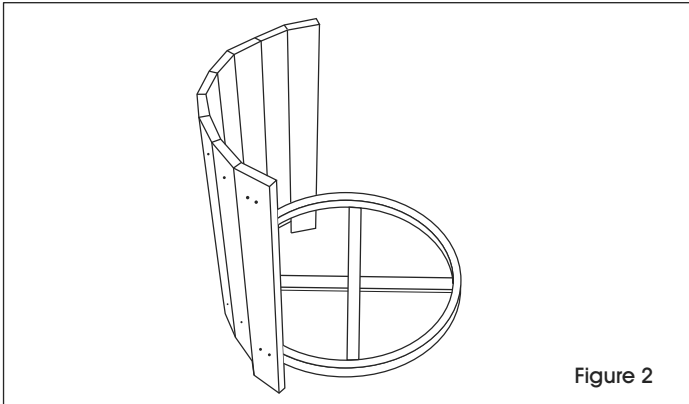

Figure 2
5. Attachez 5 des planchettes en bois résiné de 32 po, puis une autre planchette de 33 po. (Voir Figure 2)